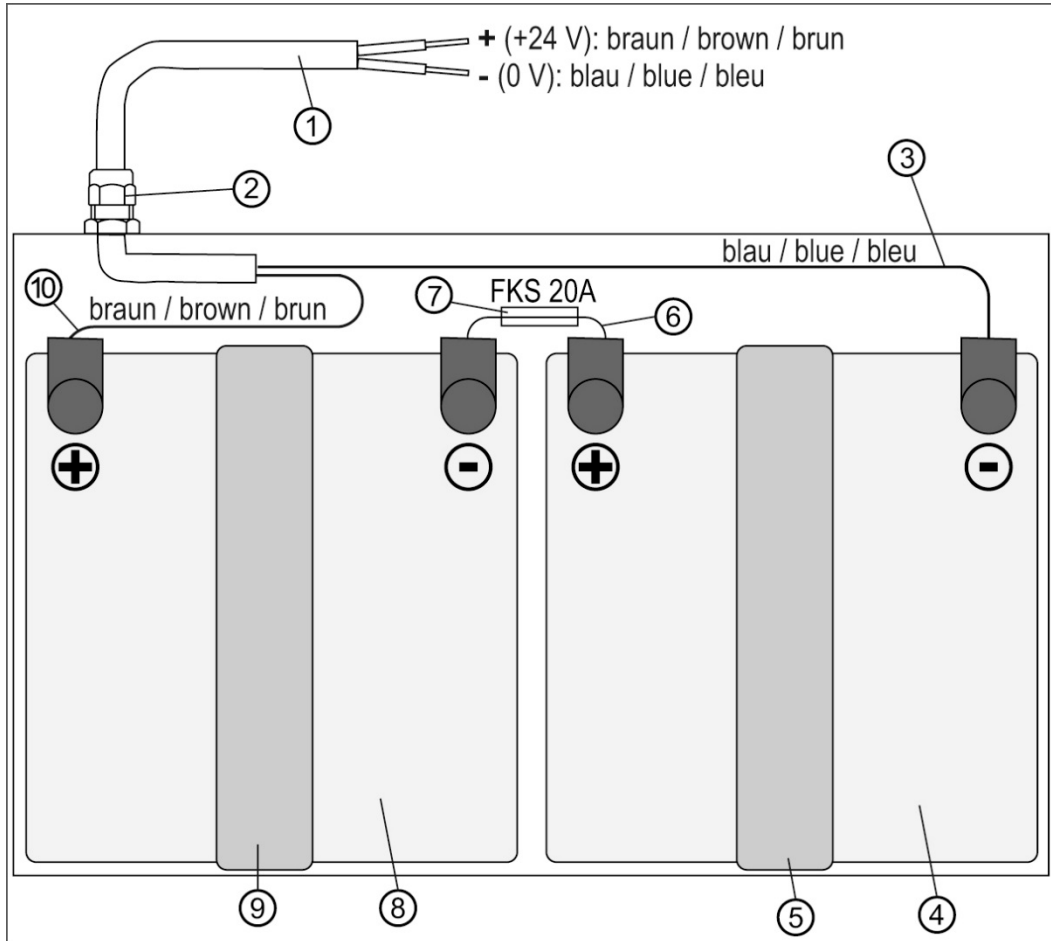

Fig. 2: Vue d'assemblage en batterie sans couvercle
3. Retirer le fusible de batterie (7) du porte-fusible et placer-le dans un endroit sûr, voir fig. 2.
4. Documenter la direction de montage et la polarité de raccordement des usagées batteries, voir fig. 2.
9. Insérer le fusible de batterie (7) dans le porte-fusible entre les deux batteries, voir fig. 2.